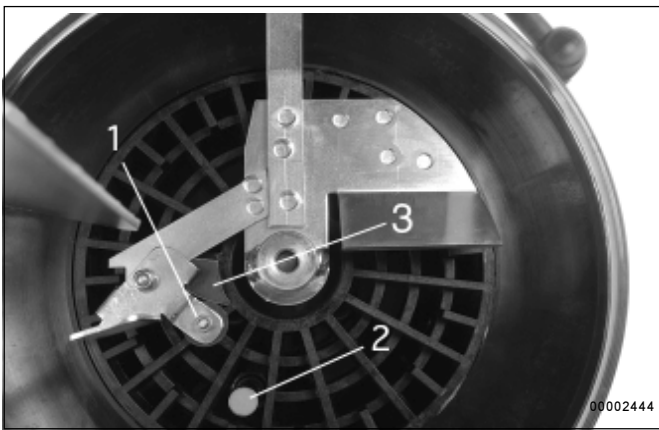

Abb. 16: - Schaltteile der Leermeldung
- Durch die Drehung des Rührflügels im Schmierstoff, wird das drehbar gelagerte Leitblech mit dem Rundmagneten 1 Bild 16 nach hinten gedrückt. Der Magnet bewegt sich zum Drehpunkt des Rührflügels hin. Es kann **nicht** zu einer Betätigung des Magnetschalters 2 kommen.